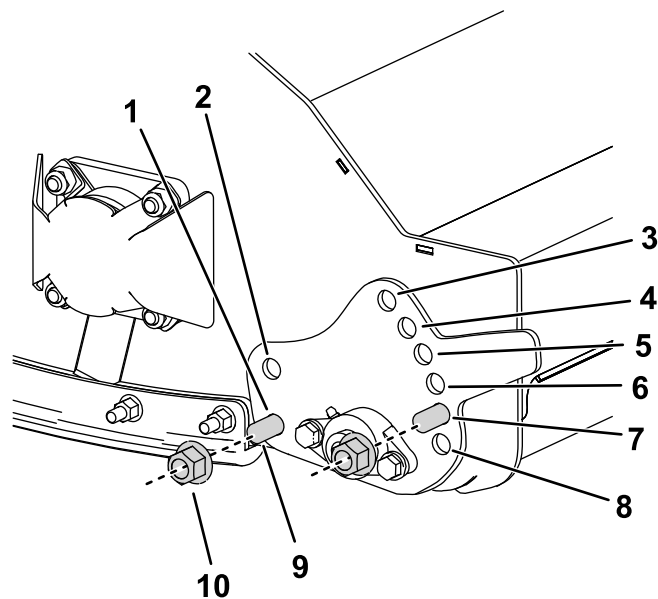

Рисунок 20
3. Для изменения положения пластины регулировки высоты скашивания отверните гайки и болты крепления пластины (см. рис. Рисунок 20).